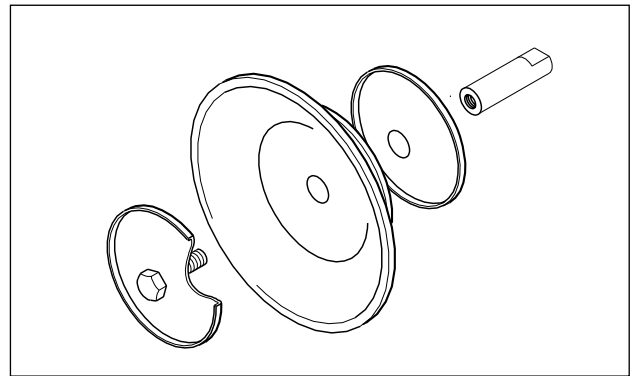

Fig. 13 Montage de la membrane standard avec disques intérieur et extérieur
- Les pompes des types DL 40, 50 et 80 avec membranes en PTFE présentent des disques de membrane internes plus épais de manière à réduire et décaler la course. Pour un montage ultérieur de membranes PTFE, il faut impérativement utiliser les disques appropriés (Fig. 13).